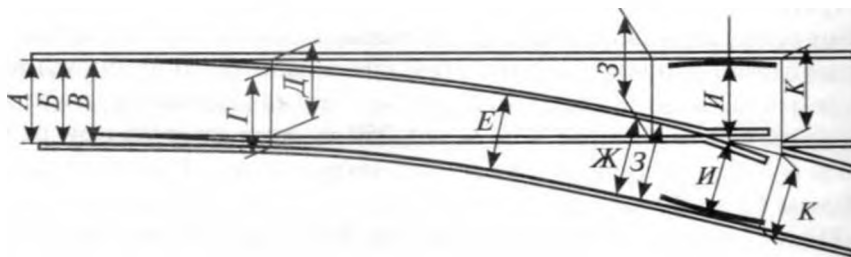

Рис. 13. Места контрольных измерений ширины колеи на обыкновенном стрелочном переводе
3. Места промера, нормы и допуски марки 1/9,1/11 типа Р65 при номинальной колее 1520 мм (рис. 13).